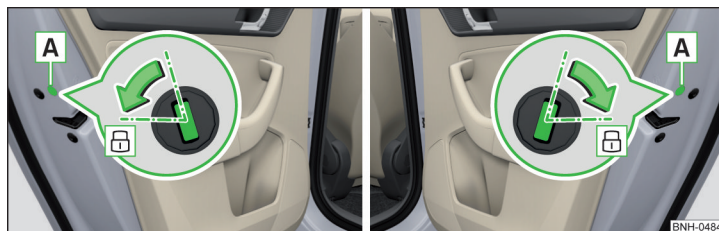

Fig. 170 Încuierea în regim de urgență: portiera spate stânga/dreapta
- Demontați masca **A** » fig. 170.